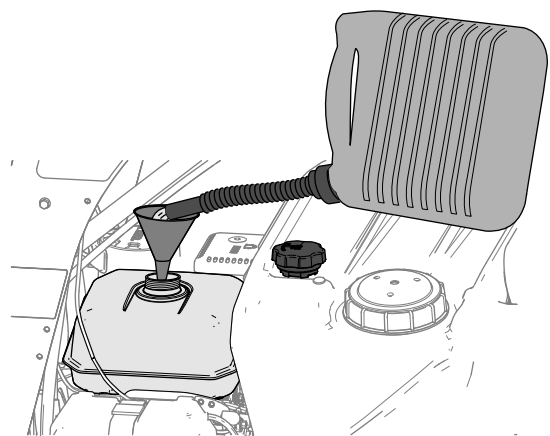

Figure 16
3. Nettoyez la surface autour du bouchon du réservoir et enlevez le bouchon (Figure 16).
4. Remplissez le réservoir de carburant (Figure 16) jusqu'à 6 à 13 mm (1/4 à 1/2 po) du haut du réservoir. **Ne faites pas monter le carburant dans le goulot de remplissage du réservoir.**